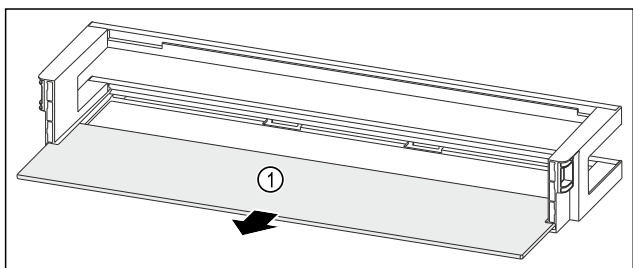

Fig. 235 Türabsteller mit Abstellfläche
- ▶ Abstellfläche Fig. 235 (1) entnehmen.